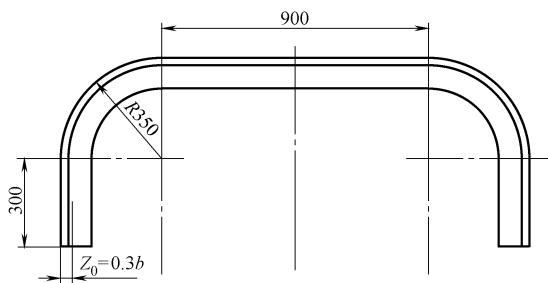

图 2-3
3. 图 2-3 所示工件为用 $50\text{mm} \times 50\text{mm} \times 5\text{mm}$ 角钢内弯制，计算其展开长度和质量（角钢单位长度质量为 3.77kg/m ）。